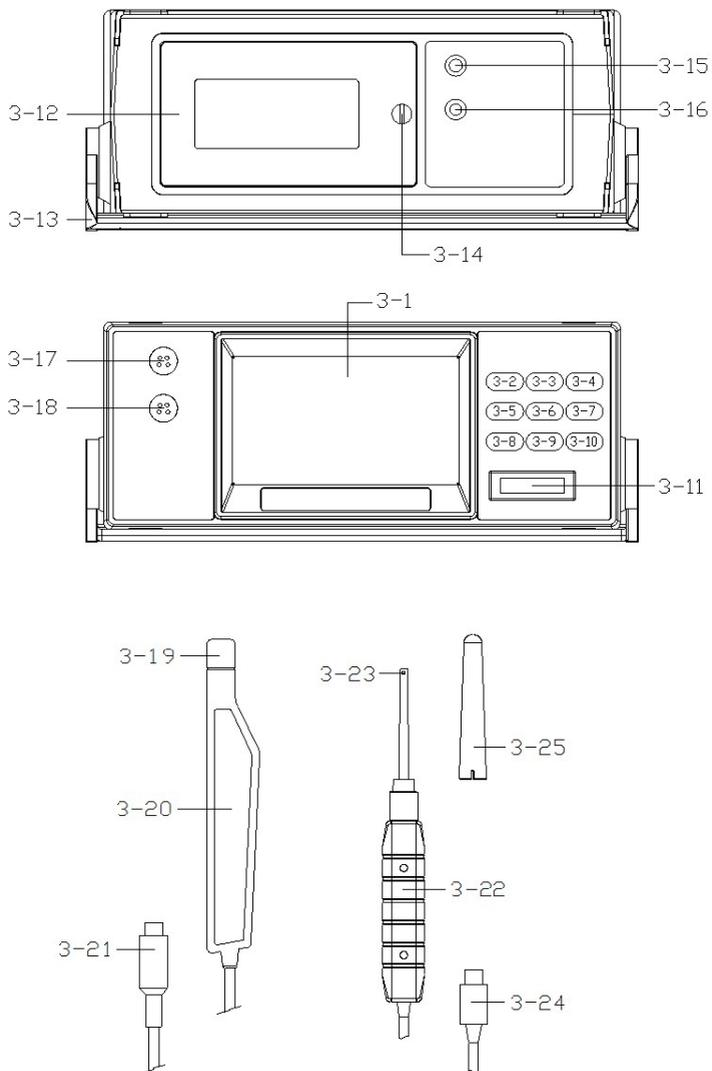

Fig.1
- 1) Encienda el dispositivo presionando la tecla "Tecla encender" (3-6, Fig. 1) durante al menos 2 segundos.
- 2) Función de medición del campo magnético general pulsando el "Tecla Función" (3-2, Fig. 1) para seleccionar la función de medición general.
- 3) Enchufe de la sonda general (3-24, Fig. 1) en la toma de entrada de la sonda general del medidor (3-18, Fig. 1)
- 4) Medición "DC" o "AC" seleccione la función presionando la "Tecla AC/CD" (3-8, Fig. 1) para seleccionar la función de medición DC o AC.
- 5) Selección del rango de medición del campo magnético presionando la "Tecla Rango" (3-5, Fig. 1) para seleccionar 'Rango 1 o 'Rango 2.
- 6) Selección de la unidad presionando la "Tecla rango" (3-5, Fig. 1) para seleccionar la unidad mT o G.
- \* Antes de la medición, fije la sonda en la posición exacta, manteniendo presionadas las teclas “▲ (3-3, Fig. 1)” y “▼ (3-9, Fig. 1)” durante al menos 1,5 segundos hasta que se muestre en la pantalla el valor “0”. Si quiere poner a cero el valor > 40 cuenta la pantalla mostrará el texto “Error”, entonces vuelve al valor normal.
- 1) Encienda el dispositivo manteniendo presionada la tecla "Tecla encender" (3-6, Fig. 1) durante al menos 2 segundos.
- 2) Medición del campo magnético de precisión función presionando la tecla "Tecla de función" (3-2, Fig. 1) para seleccionar la función de medición de precisión.
3) Conector de la sonda de precisión (3-21, Fig. 1) en la toma de entrada de la sonda de precisión (3-17, Fig. 1)
Seleccione la función presionando la tecla "Tecla AC/CD" (3-8, Fig. 1) para seleccionar la función de medición DC o AC.
Selección de rango presionando la "Tecla rango" (3-5, Fig. 1) para seleccionar ' Rango 1 o Rango 2.
6) Selección de la unidad presionando la "Tecla rango" (3-5, Fig. 1) para seleccionar la unidad micro Tesla o milli gauss.
2. Encienda el dispositivo presionando la "Tecla encender" (3-6 Fig 1) una vez.
3. Seleccione la unidad (mG o uT) presionando una vez la "Tecla UNIT" (3-9 Fig 1).
Antes de la medición, fije la sonda en la posición correcta, manteniendo presionada la tecla "ZERO (3-8 · Fig. 1)" durante al menos dos segundos hasta que se muestre en la pantalla "0", luego deje de presionar la tecla.
\*presione la tecla "zero" (3-5, Fig 1) durante al menos 2 segundos, el "0" desaparecerá y la pantalla volverá al valor).
Durante la medición, presione una vez la tecla "Hold" (3-3, Fig. 1), el valor medido se mantendrá y en la pantalla LCD se mostrará el símbolo "HOLD".
- 1) La función de registro de datos guarda el valor máximo y mínimo. Presione una vez la tecla "REC" (3-4, Fig. 1) para iniciar la función y en la pantalla se mostrará el símbolo "REC".
- a) Presione una vez la tecla "REC" (3-4, Fig. 1), se mostrará en la pantalla el símbolo "REC MAX" junto con el valor máximo.
- b) Presione de nuevo la tecla "REC" (3-4, Fig. 1), se mostrará en la pantalla el símbolo "REC MIN" junto con el valor mínimo.
En función de la luminosidad del entorno, puede utilizar la tecla "brillo" (3-6, fig. 1) para seleccionar el brillo de la retroiluminación de la pantalla LCD entre 4.